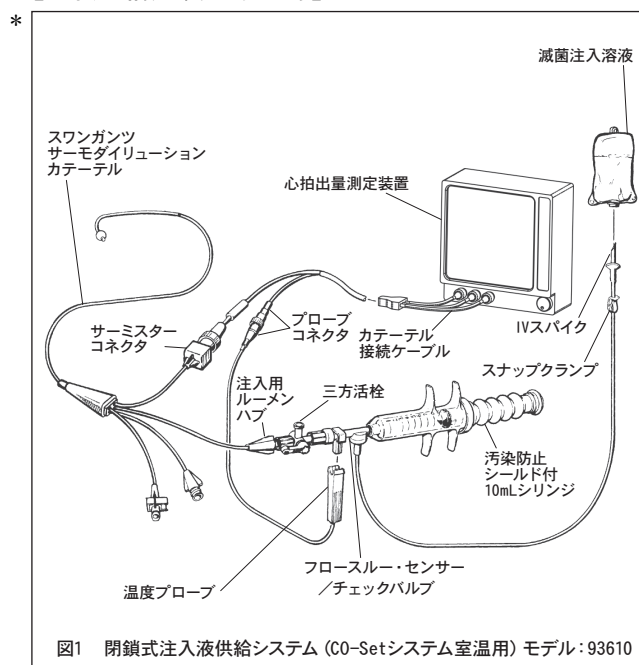

図1 閉鎖式注入液供給システム (C0-Setシステム室温用) モデル：93610
* 閉鎖式注入液供給システム (C0-Setシステム室温用 (93610)) は熱希釈法による心拍出量の測定のために室温の注入液を容易に供給することができます。本品は心拍出量測定装置とスワングantz・サーモダイリューション・カテーテルと併用するように作られており、滅菌注入溶液とスワングantz・サーモダイリューション・カテーテルの間に接続されます (図1)。